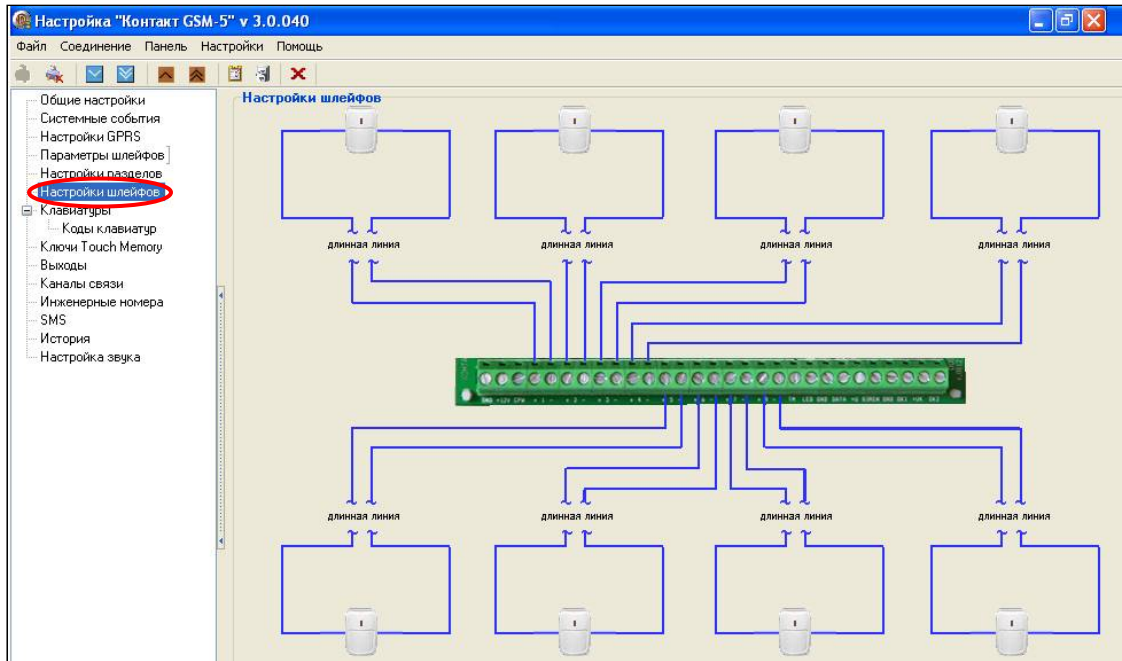

Рис.10.2. Графическое отображение «сухих контактов» на странице «Настройка шлейфов» программы Contact5.exe
**«Сухие контакты»** (рис.10.2) - все шлейфы работают по принципу «сухих контактов» (геркон, кнопки, объемный датчик (без резистора в цепи) и т.д.), то есть тревога возникает при простом разрыве или замыкании шлейфа. По принципу «сухие контакты» могут быть организованы **только охранные шлейфы**. Максимальное количество таких – 8 шлейфов